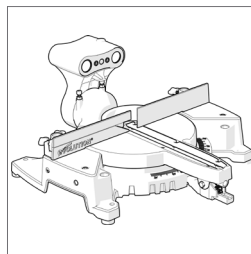

Fig. 1a
- La base y el cuello de bisel. **(Fig. 1a)**